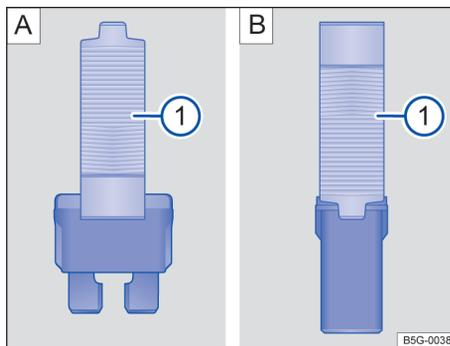

图 125 用塑料钳拆下或插入保险丝：A 扁平片式保险丝、B 方块式保险丝
- 使用保险丝工具夹1)或类似工具 → 图 125 **①**。
- 根据保险丝型号，将塑料夹钳的夹嘴调至适合 → 图 125 **A** **①** 或 → 图 125 **B** **①**，然后从侧面夹住保险丝。
- 熔断的保险丝必须用额定电流（颜色和标记）及尺寸与原保险丝均**相同**的新保险丝更换 → **①**。